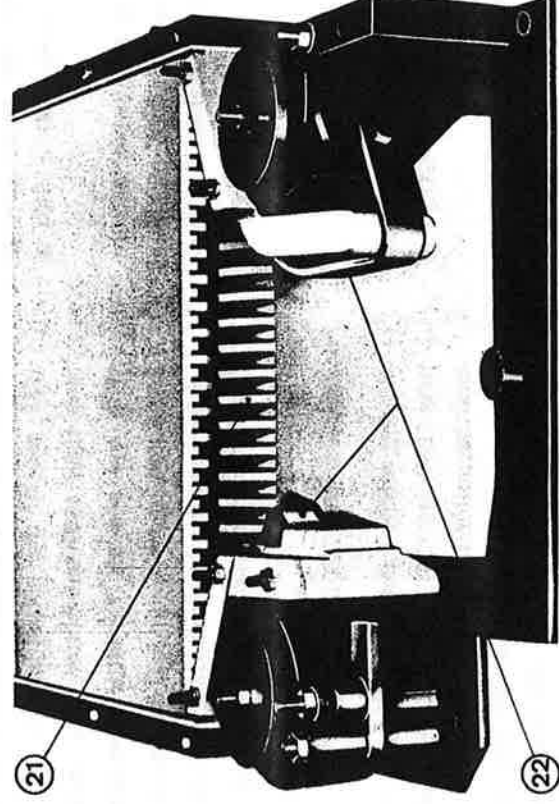

Fig. 15
### 7.1. Controllo camere d'interruzione (fig. 15)
**Piastre ceramiche (21)** (fig. 15): rottura di piccoli pezzi delle piastre non sono importanti. Rotture o inclinature di notevole entità possono pregiudicare il buon comportamento della camera, nel qual caso è bene effettuare la sostituzione.
**Deflettori (22)** (fig. 15): tracce di fusione sui deflettori non devono preoccupare.
### 7.1. Arc chutes checking (fig. 15)
**Ceramic plates (21)** (fig. 15): small chippings on plates are not important. Considerable breakings or cracks may jeopardize the good performance of the arc-chute and make its replacement advisable.
**Arc runners (22)** (fig. 15): smelting traces are of no concern. Smoke or dirt deposits may be removed with a dry clean cloth.